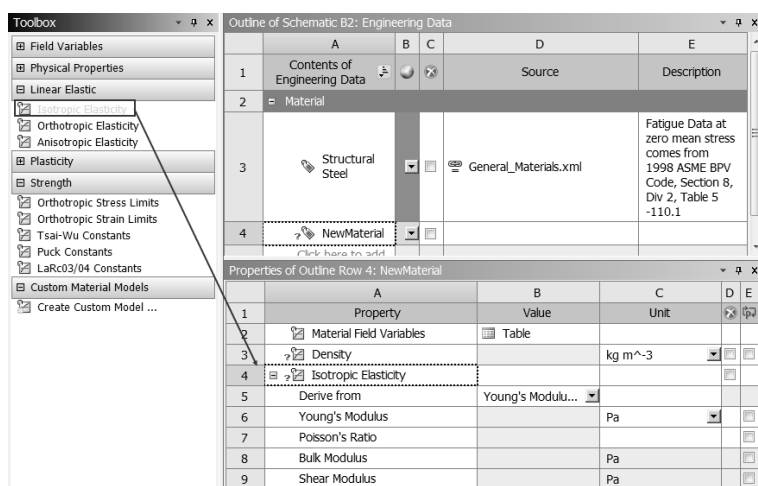

图 10-14 添加各项同性属性
Step4: 如图 10-14 所示, 将 Toolbox (工具箱) 中的 Linear Elastic Isotropic Elasticity 属性直接拖到右下侧的 A1 (Property) 栏中。